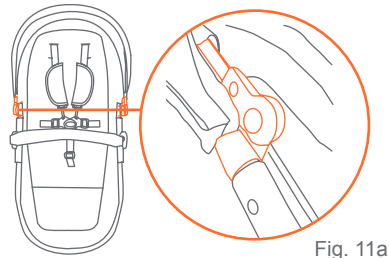

Fig. 11a
- 11) • Para añadir la cubierta removible:** ajuste los ganchos de sujeción dentro de los tubos de la sillita para niños pequeños (Fig. 11a).